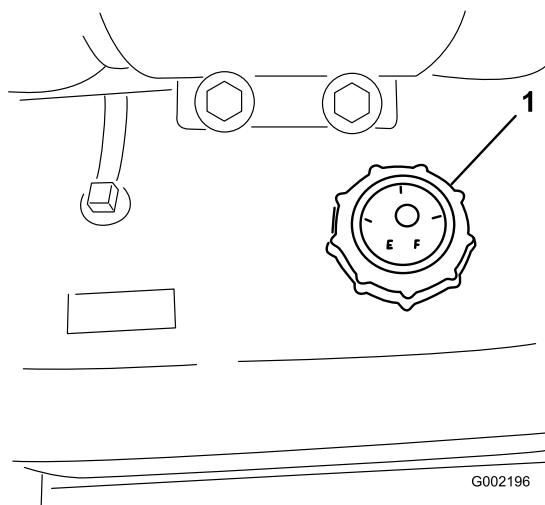

図 18
3. 燃料タンクのキャップ（図 18）の周囲をきれいに拭く。